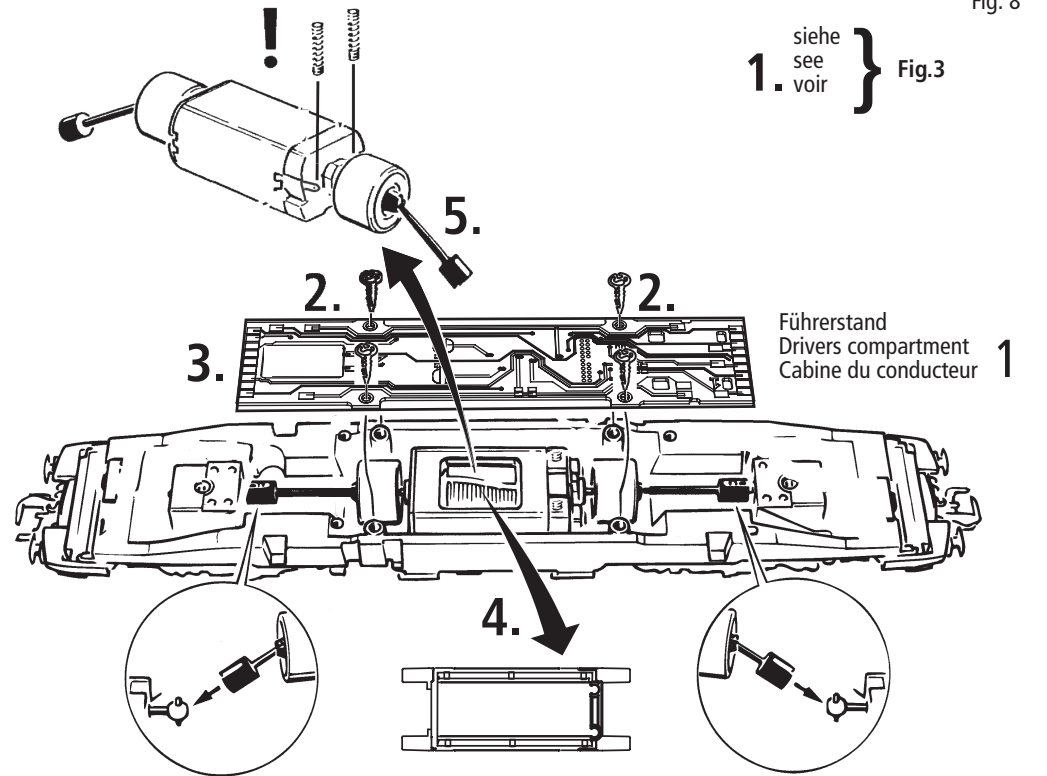

Fig. 9
**Schleiferwechsel:** siehe Fig. 9
**A.C. operation:** see fig. 9
voir fig. 9